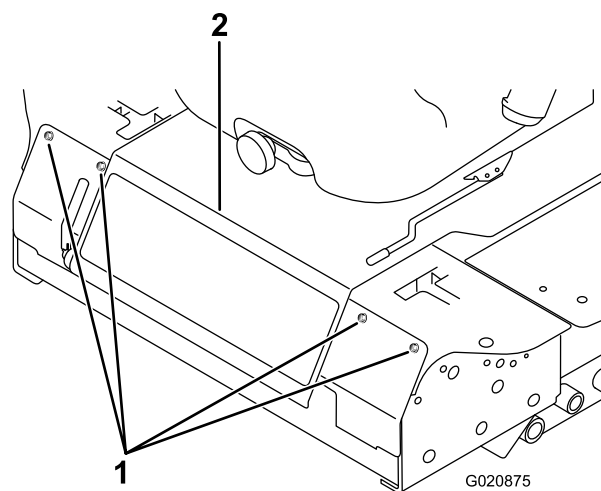

Figure 50
3. Retirez les boulons de fixation du panneau avant et déposez le panneau (Figure 50).